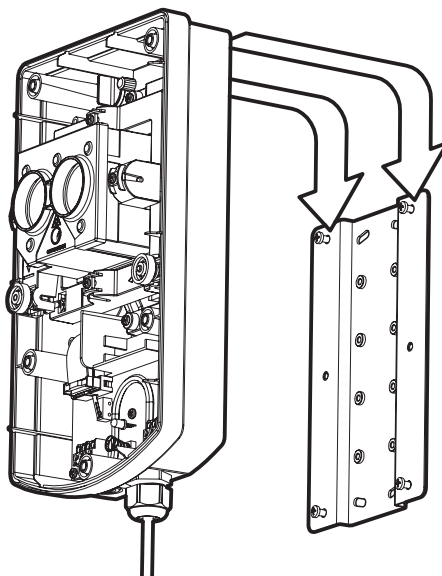

Рис. 3
- установка БИП на Пластина монтажную показана на рис.3;